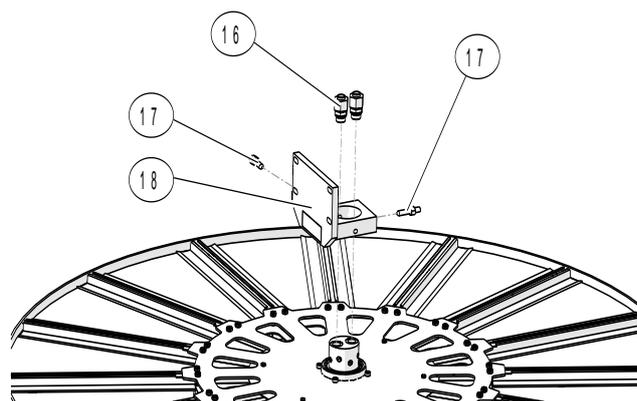

Abb. 6: Hydraulik-Verschraubungen und Gewindestifte demontieren
- Flansch, Hydraulik-Verschraubungen und Gewindestifte montieren bzw. kleben (siehe Abb. 6).